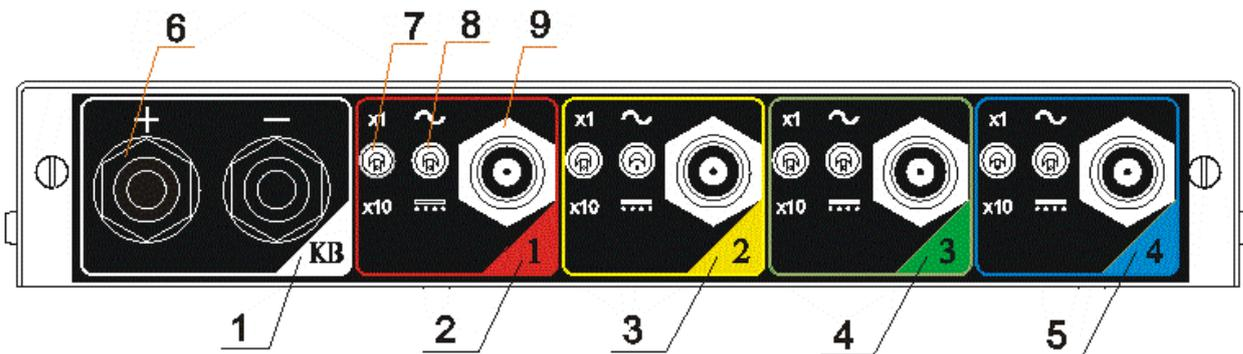

Рисунок 3.
- Поз. 2-5 – панели универсальных каналов №№ 1-4. Каждому разъему канала (Рис.3 поз.9) на модуле обработки соответствует цвет луча осциллографа, совпадающий с цветом панели. Данные каналы осциллографа являются универсальными и предназначены для просмотра любых сигналов в диапазоне технических характеристик осциллографа.
Тумблер x1/x10 (Рис.3 поз.7) изменяет диапазон входного напряжения 15/150В для красного и желтого каналов или 50В/500В для синего и зеленого. Тумблер ~/- (Рис.3 поз.8) изменяет тип входа канала – закрытый/открытый.